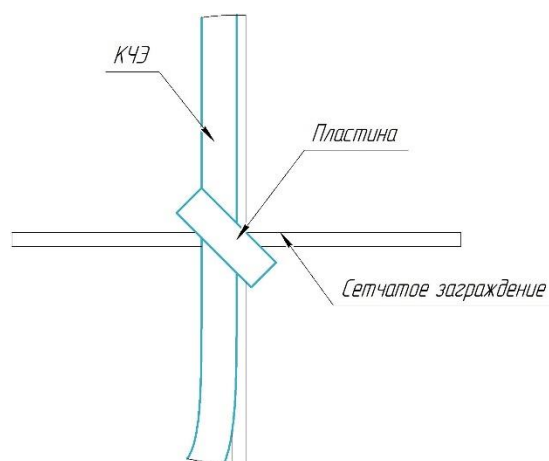
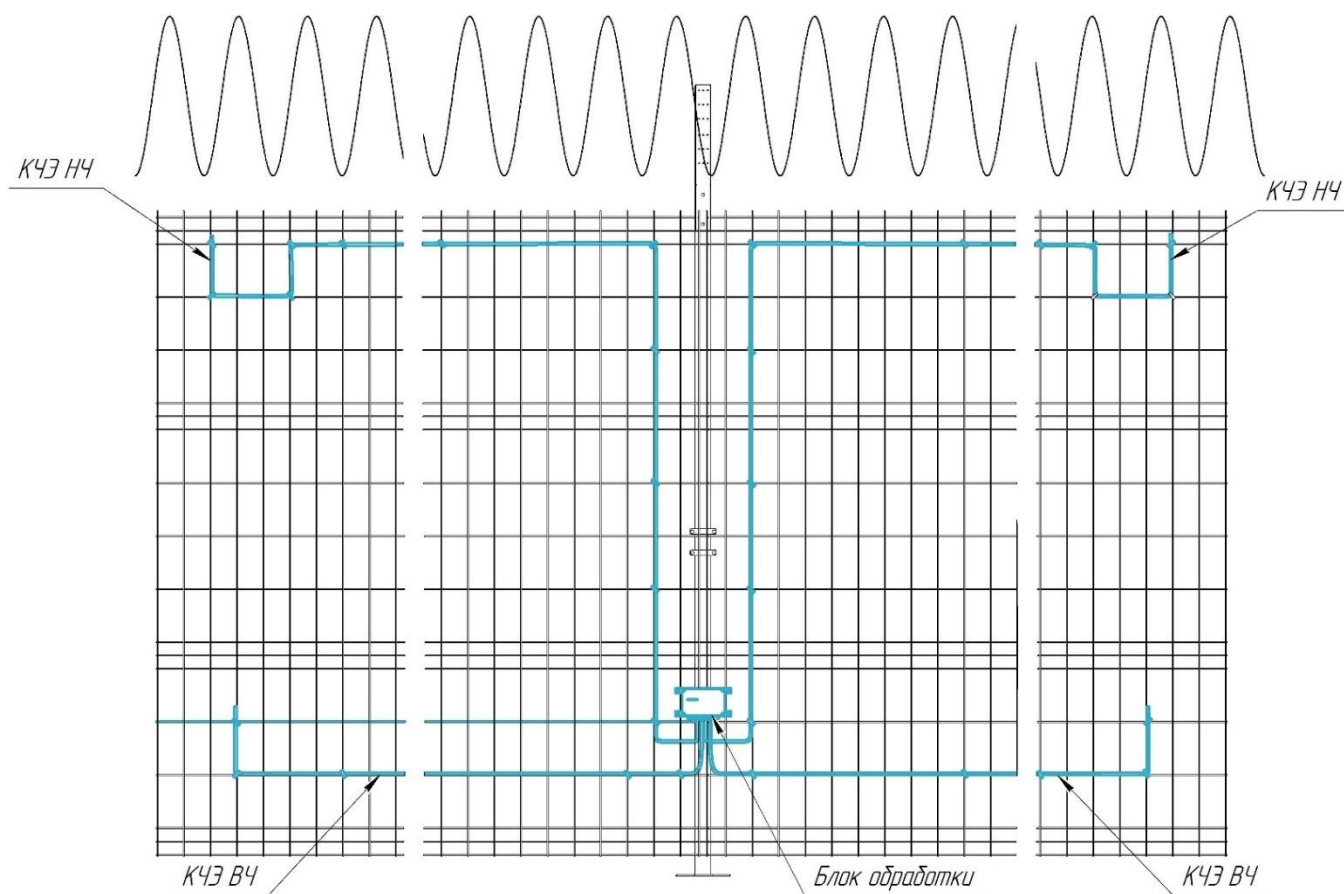

Рисунок 2
Рисунок 3
- 5) Кабельные ЧЭ НЧ и ЧЭ ВЧ крепить пластинами (Рисунок 2) или металлическими стяжками из комплекта монтажных частей КМЧ-СК или комплекта монтажных частей КМЧ-СП (комплект монтажных частей КМЧ-СК, комплект монтажных частей КМЧ-СП и металлические стяжки в состав изделия не входят, приобретаются отдельно) на расстоянии не более 0,7 м (рекомендуемое значение – 0,4 м) от верхнего (нижнего) края полотна заграждения, начиная от дальнего конца КЧЭ (Рисунок 3).